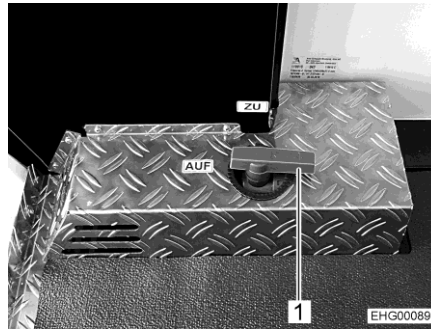

Fig. 206 Levier de commande (robinet de vidange)
Le levier de commande (Fig. 206,1) servant à éliminer les eaux usées se trouve dans le garage arrière. Le tuyau de purge avec raccord pour tuyau d'évacuation se trouve sous le véhicule.
- Ouvrir le robinet de vidange. Tourner pour ce faire le levier de commande (Fig. 206,1) sur la position "AUF" (ouvert). Les eaux usées s'écoulent.
- Refermer le robinet de vidange une fois que les eaux usées se sont complètement écoulées. Tourner pour ce faire le levier de commande (Fig. 206,1) sur la position "ZU" (fermé).